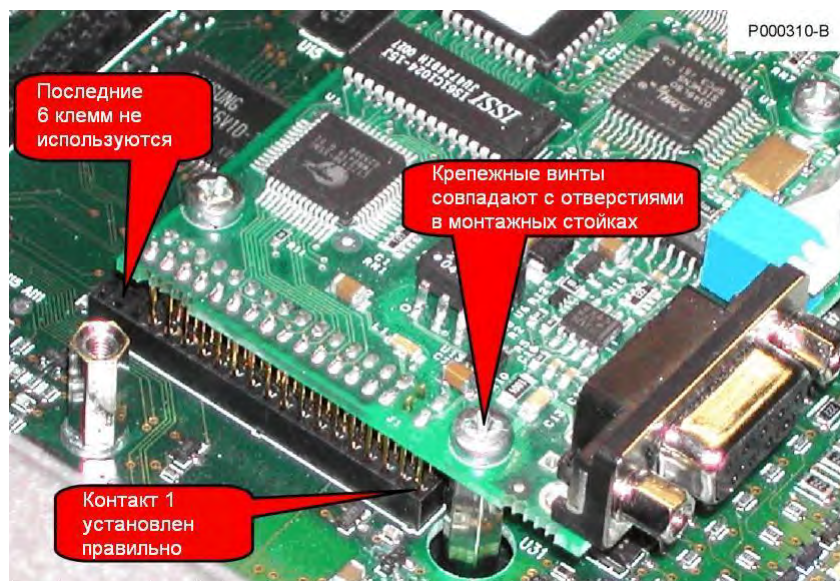

Рис. 124: Проверка подключения контактов в слоте В
4. Установите плату Fieldbus в слот В; убедитесь, что контакты разъема платы связи вошли в передние гнезда разъема на плате управления, а последние 6 гнезд остались неподключенными. При правильной установке три крепежных отверстия совпадут с отверстиями для винтов на монтажных стойках. Закрепите плату винтами, как показано на рис. 124 и 125.